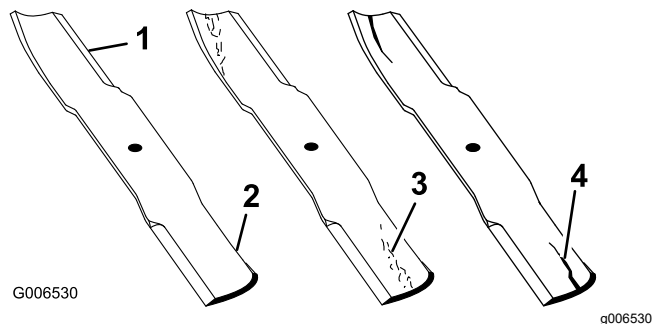

Bild 80
1. Untersuchen Sie die Schnittkanten (Bild 80).
4. Wenn Sie Risse, Verschleiß oder Rillenbildung in diesem Bereich feststellen, sollten Sie sofort ein neues Schnittmesser einbauen (Bild 80).